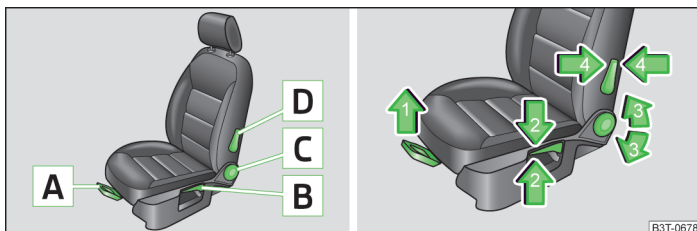

Fig. 51 Elementele de comandă/ reglarea
- Trageți maneta **A** » fig. 51 în sensul săgeții 1 și împingeți scaunul în direcția dorită.
- Trageți, respectiv împingeți repetat maneta **B** » fig. 51 în sensul uneia dintre săgețile 2.
- Eliberați spătarul (nu vă sprijiniți) și rotiți rozeta **C** » fig. 51 în sensul uneia dintre săgețile 3.
- Apăsăți maneta **D** » fig. 51 în sensul uneia dintre săgețile 4.